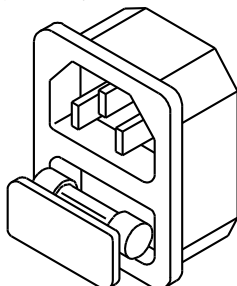

図6-3 ACラインレセプタクル
6.4.2.4 ACラインヒューズは、図6-3のACラインレセプタクルの下に位置します。電源ケーブルをレセプタクルから外し、ACソケットの下のヒューズホルダをマイナス精密ドライバーを使用して引き出します。表6-1に記載された正しい型のヒューズへ交換して下さい。このヒューズは、普通溶断ヒューズです。